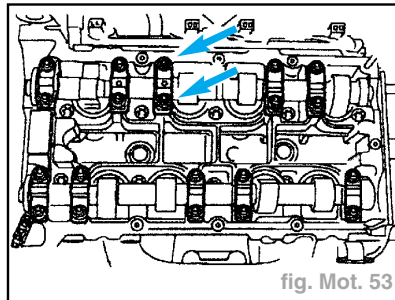

fig. Mot. 53
- Déposer les arbres à cames et les poussoirs hydrauliques de compensation du jeu aux soupapes (fig. Mot. 53).